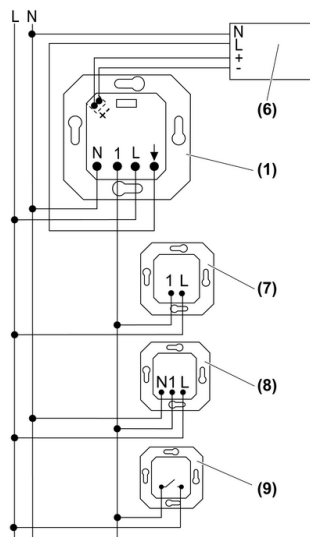
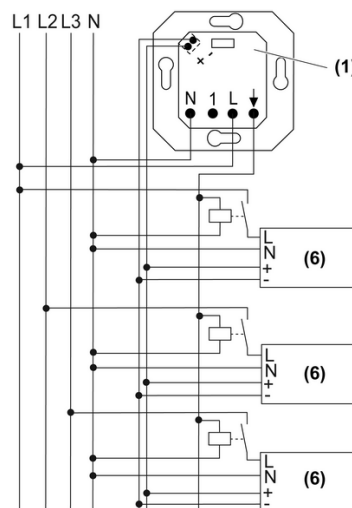

Bild 2: Anschlussplan mit optionalen Nebenstellen
Bild 3: Anschlussplan mit unterschiedlichen Außenleitern
- 1-10 V Einsatz gemäß Anschlussplan (Bild 2) bzw. (Bild 3) anschließen.